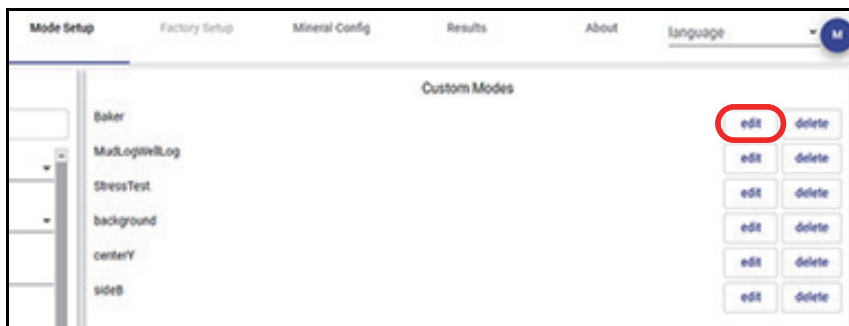

图 5-14 编辑按钮
1. 点击**Edit**（编辑）按钮（参见第80页的图 5-14）。